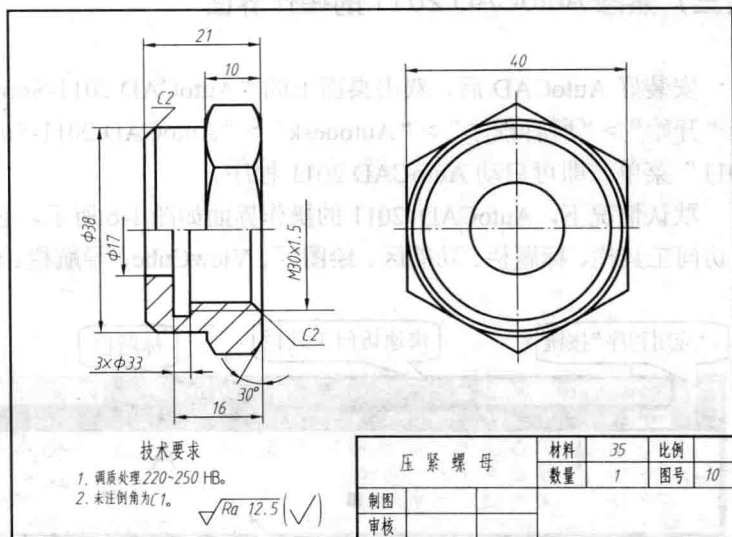

图 1-5 输出图形
- **输出图形：**为了便于输出各种规格的图纸，AutoCAD 提供了两类工作空间，即模型空间和图纸空间（布局）。其中，模型空间主要用于绘制图形，图纸空间主要用来设置图纸，然后利用打印机或绘图仪将图形输出到真实的图纸上，如图 1-5 所示。除此之外，我们还可以将图形输出为 PDF 和 DWF 文件，以供其他应用程序使用。